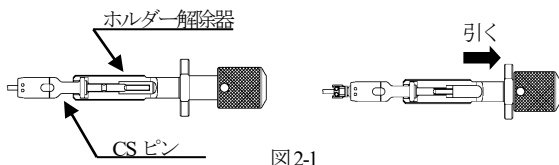
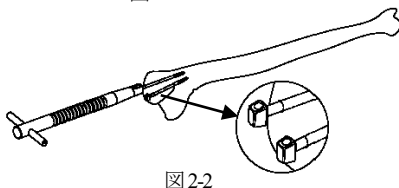

図2-1
図2-2
- 2) 骨折部を整復し、2.0CS ピン（R）・1穴をイメージインテンシファイヤー（X線透視）で方向を確認しながら尺骨肘頭より刺入します。スリーブ部を骨面より10mm程度浮かせた位置で止め、パワーツールから取り外します。2本目のCS ピンを1本目と平行になるように刺入し、2本のCS ピンの位置確定後、ホルダーを取り外します。ホルダーアウターが取り外しにくい場合は、CS ピンホルダー解除器を取り付け、アウターを取り外して下さい。（図2-1）スリーブ部にCS ピンレンチアダプタ（1穴）を設置し、スリーブ向きを調整します。（図2-2）
4) ホルダーアウターが取り外しにくい場合は、CS ピンホルダー解除器を取り付け、アウターを取り外して下さい。(図2-1) スリーブ部に CS ピンレンチアダプタ S を設置し、スリーブ部のケーブルホールを向かい合わせた状態にします。